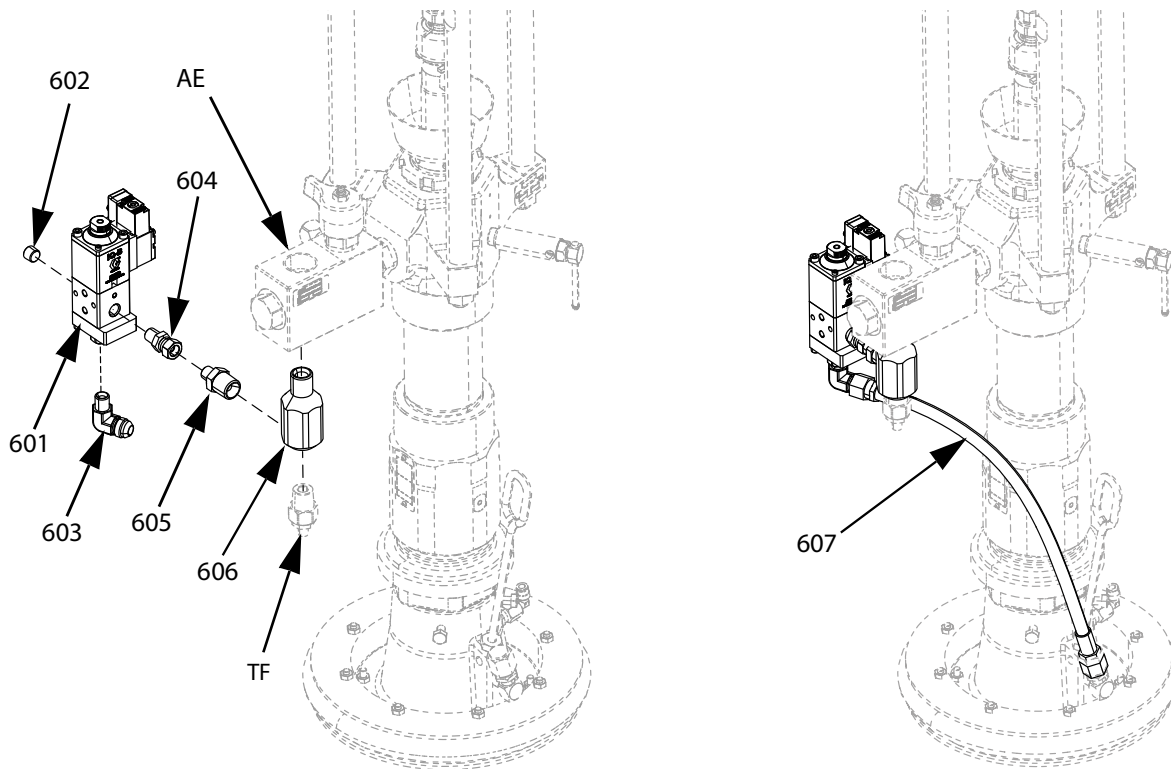
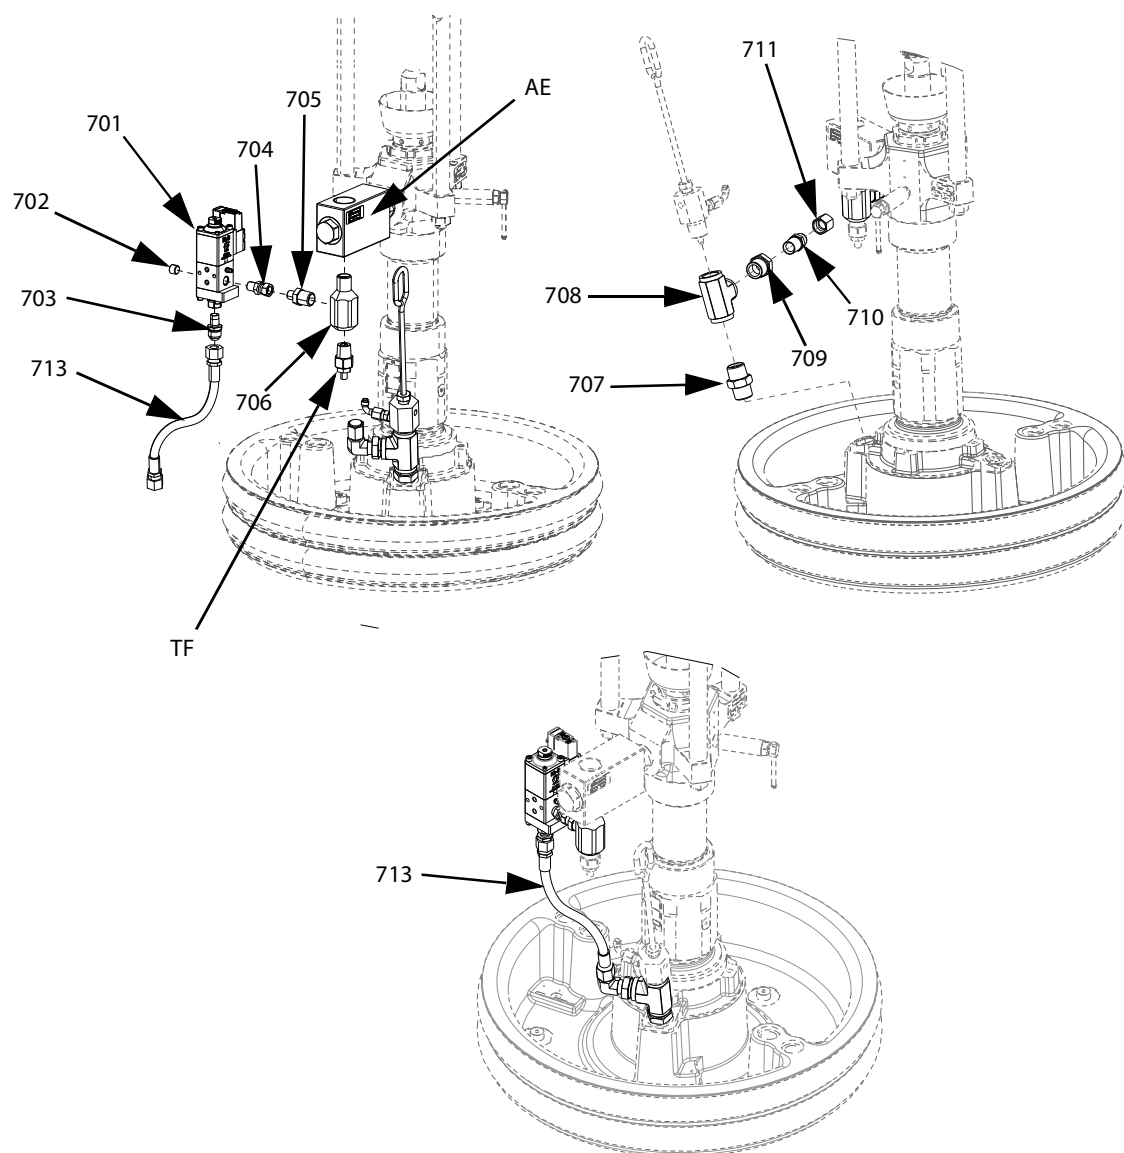

Рис. 69: Комплект клапана прижимной плиты, 25R452
Рис. 73: Комплект клапана прижимной плиты, 25R453
2. Отсоедините датчик давления от разъема 5 на электроприводе (AB).
3. Извлеките фитинг датчика давления (TF) и присоединенный фитинг из обратного клапана материала (AE).
4. При помощи резьбоуплотнительной ленты установите тройник 1/2 NPT (606) на обратный клапан материала (AE), затем переустановите фитинг датчика давления (TF) на нижнюю часть тройника 1/2 NPT (606).
5. При помощи резьбоуплотнительной ленты установите переходник 1/4 NPT x 1/2 NPT (605) в тройник 1/2 NPT (606). См. Рис. 69.
6. Установите клапан прижимной плиты (601) на фитинг 1/4 NPT (606) при помощи шарнирного фитинга (604), а затем затяните.
7. Установите рециркуляционный шланг (607) на клапан прижимной плиты (601), а затем затяните.
8. Переподключите датчик давления к разъему 5 на электроприводе (AB).
**ПРИМЕЧАНИЕ:** Не устанавливайте рециркуляционный шланг (607) на фитинг клапана прижимной плиты (603) до загрузки материала в клапан прижимной плиты (601). Инструкции по загрузке материала в прижимную плиту и клапан прижимной плиты см. в Руководстве по эксплуатации E-Flo iQ.
9. Вытащите имеющийся соединитель M12 из разъема 3 на электроприводе (AB).
10. Вставьте жгут проводов (609) в разъем 3 на электроприводе (AB).
11. Жгут проводов (609) имеет разъем M8 и разъем M12. Подключите разъем M12, изначально вставленный в разъем 3 на электроприводе (AB), к разъему M12 на жгуте проводов (609). Подключите соединитель M8 (4-контактный) к электромагниту на клапане прижимной плиты (601).
4. При помощи резьбоуплотнительной ленты установите тройник 1/2 NPT (706) на обратный клапан материала (AE), затем переустановите фитинг датчика давления (TF) на нижнюю часть тройника 1/2 NPT (706).
5. При помощи резьбоуплотнительной ленты установите переходник 1/4 NPT x 1/2 NPT (705) в тройник 1/2 NPT (706). См. Рис. 69.
6. Установите клапан прижимной плиты (701) на фитинг 1/4 NPT (706) при помощи шарнирного фитинга (704), а затем затяните.
7. Установите рециркуляционный шланг (713) на клапан прижимной плиты (701), а затем затяните.
9. Извлеките сливную рукоятку (EF) со стравливающим отверстием (EG), после чего установите фитинги (707, 708, 709, 710, 711), как показано на рис. Рис. 73.
**ПРИМЕЧАНИЕ:** Не устанавливайте рециркуляционный шланг (713) на фитинг клапана прижимной плиты (703) до загрузки материала в клапан прижимной плиты (701). Инструкции по загрузке материала в прижимную плиту и клапан прижимной плиты см. в Руководстве по эксплуатации E-Flo iQ.
10. Вытащите имеющийся соединитель M12 из разъема 3 на электроприводе (AB).
11. Вставьте жгут проводов (714) в разъем 3 на электроприводе (AB).
12. Жгут проводов (714) имеет разъем M8 и разъем M12. Подключите разъем M12, изначально вставленный в разъем 3 на электроприводе (AB), к разъему M12 на жгуте проводов (714). Подключите соединитель M8 (4-контактный) к соленоиду на клапане прижимной плиты (701).